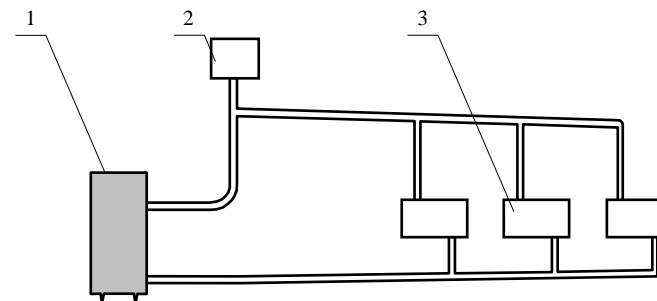

Рис. 5. Схема подключения электроводонагревателя в систему отопления.
2) подсоединить электроводонагреватель к водяному контуру, выполненному согласно одной из схем, приведенных на (рис. 5÷7). Электроводонагреватели ЭПЗ-100и2, ЭПЗ-50и2 подключаются с помощью фланцевого соединения, электроводонагреватель ЭПЗ-25и6 подключается с помощью резино-каневого рукава марки ВГ диаметром 45÷48 мм длиной 300 мм каждый.